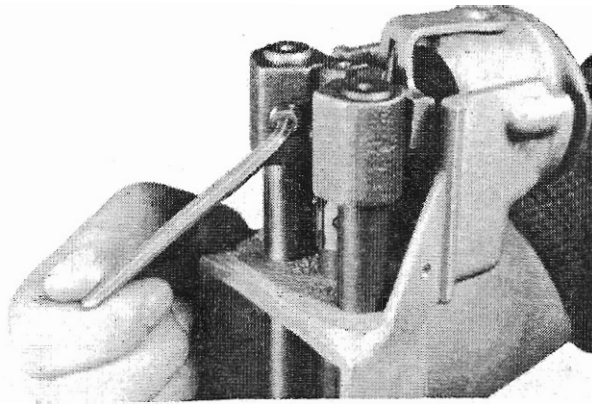

Abb. 3
3.3 Gewindestifte (612) aus den 2 Mitnehmern (626) drehen (Abb. 3). Führungsbüchse (628) zusammen mit den Mitnehmern abnehmen.